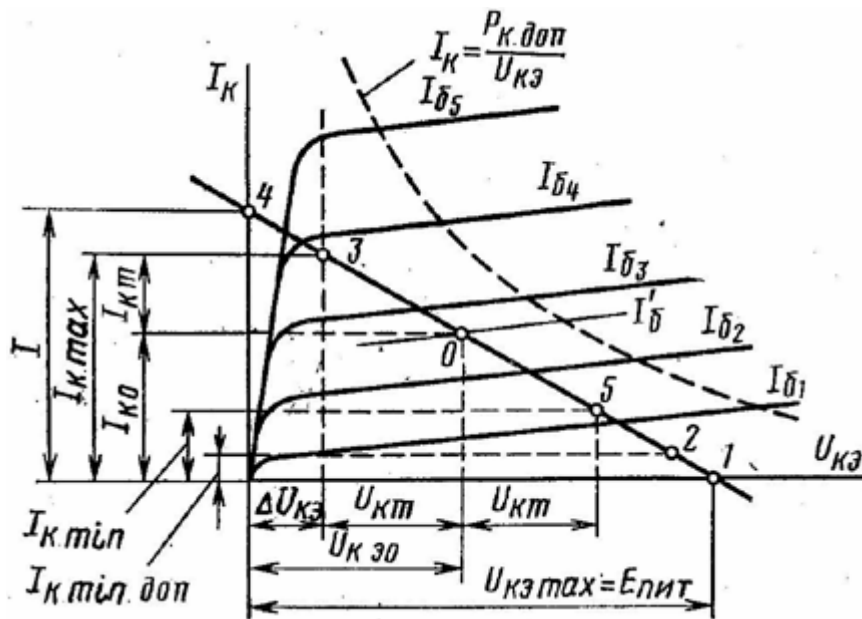

Рис. 6
2. Режим работы транзистора определяем по нагрузочной прямой, построенной на семействе входных статических (коллекторных) характеристик для ОЭ. Построение нагрузочной прямой показано на рис. 6. Нагрузочная прямая строится по двум точкам: 0 – точка покоя (рабочая) и 1, определяемая значением напряжения источника питания $E_{пит}$. Координатами 0 являются ток покоя $I_{к0}$ и напряжения покоя $U_{кэ0}$ (т. е. ток и напряжение, соответствующие $U_{вх} = 0$). Можно принять $I_{к0} = (1,05 \div 1,2)I_{вых} \approx (1,05 \div 1,2)I_{нт}$. Напряжение покоя: $U_{кэ0} = U_{вых м} + \Delta U_{кэ} = U_{к т} + U_{кэ}$, где $\Delta U_{кэ}$ – напряжение на коллекторе, соответствующее области нелинейных начальных участков выходных характеристик транзистора. Для маломощных транзисторов можно принять $\Delta U_{кэ} = 0,5 \div 1,0$ В.
3. Определяем значения сопротивлений R_k и R_3 . По выходным характеристикам (рис. 6) определяем $R_{об} = R_k + R_3$. Общее сопротивление в цепи эмиттер – коллектор $R_{об} = \frac{E_{num}}{I}$, где I – ток, определяемый точкой 4, т. е. точкой пересечения нагрузочной прямой с осью токов.